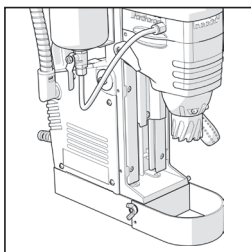

Fig. 2
- Instale la protección de seguridad y sujétela con los tornillos de fijación suministrados. **(Fig. 2)**